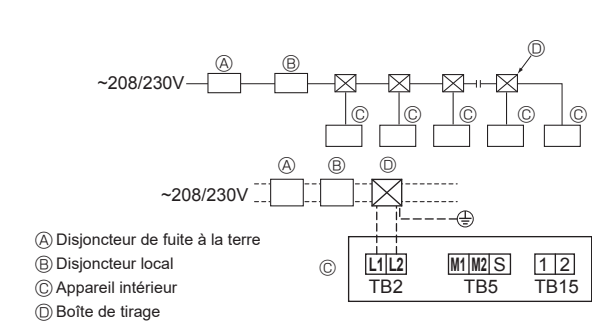

Fig. 4-7
4.3. Câblage de l'alimentation (Fig. 4-7)
- Apposez l'étiquette ⑦ du disjoncteur et expliquez-la à vos clients.